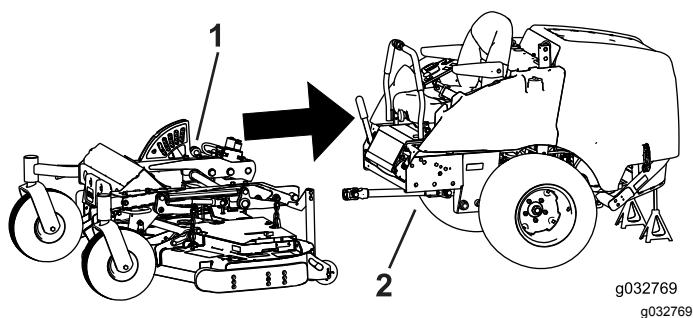

Figura 119
1. Alinee el bastidor de verano con el bastidor de la máquina, y muévalo hacia atrás (Figura 119).